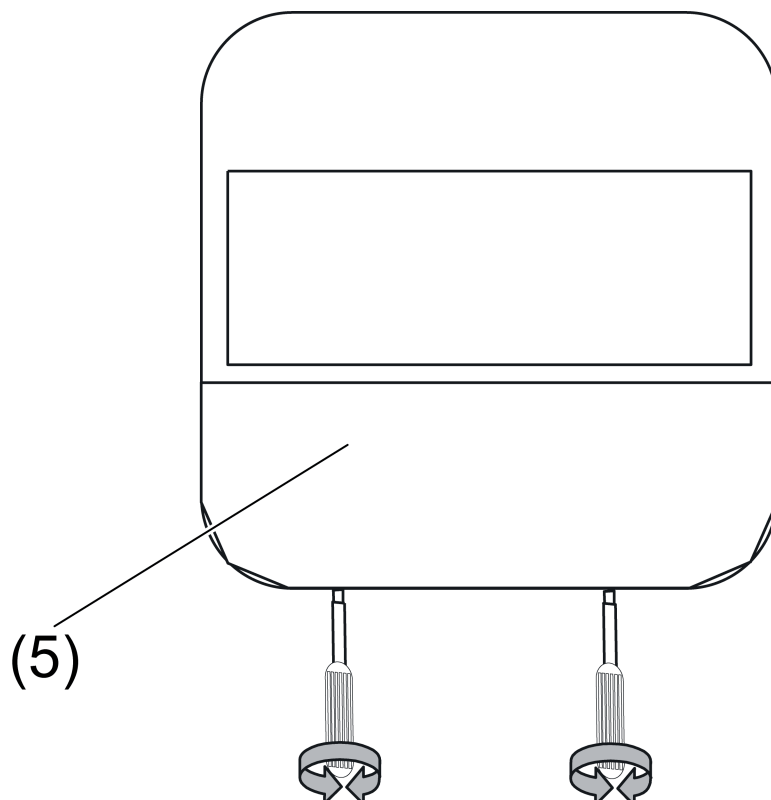

Рисунок 15: Демонтаж подвижного переключателя
- Снять крышку подвижного переключателя (5) (рисунок 15).
- Ввинтить стопорный винт (10) в отверстие (9) подвижного переключателя.